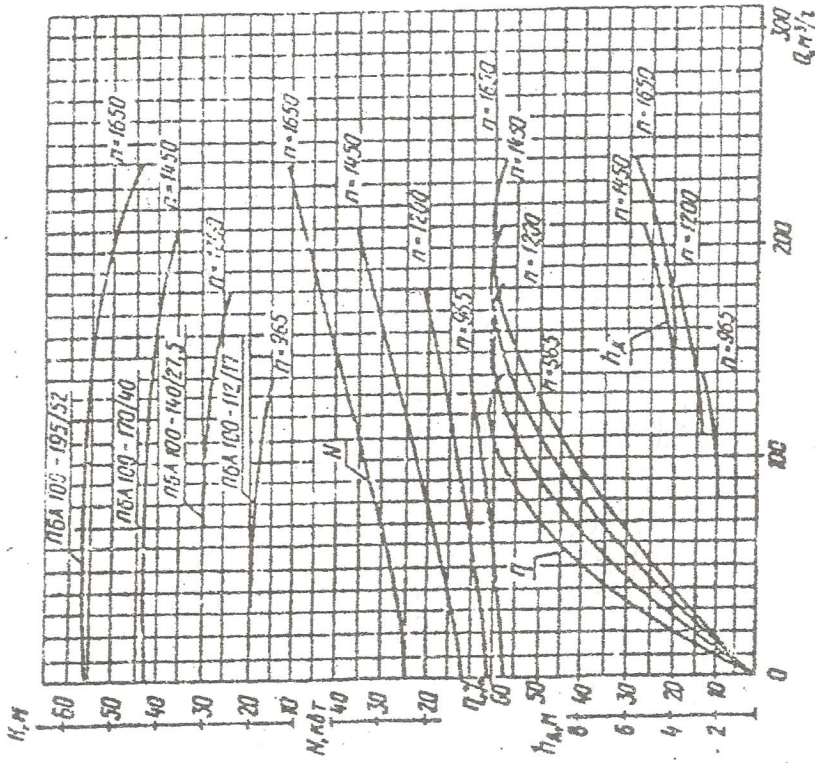

Рис. 1. Характеристики насосов типа ПБА 100 при работе на воде:
2. Характеристики насосов см. на рис. 1, 2.
Обозначения см. в подписи к рис. 1.